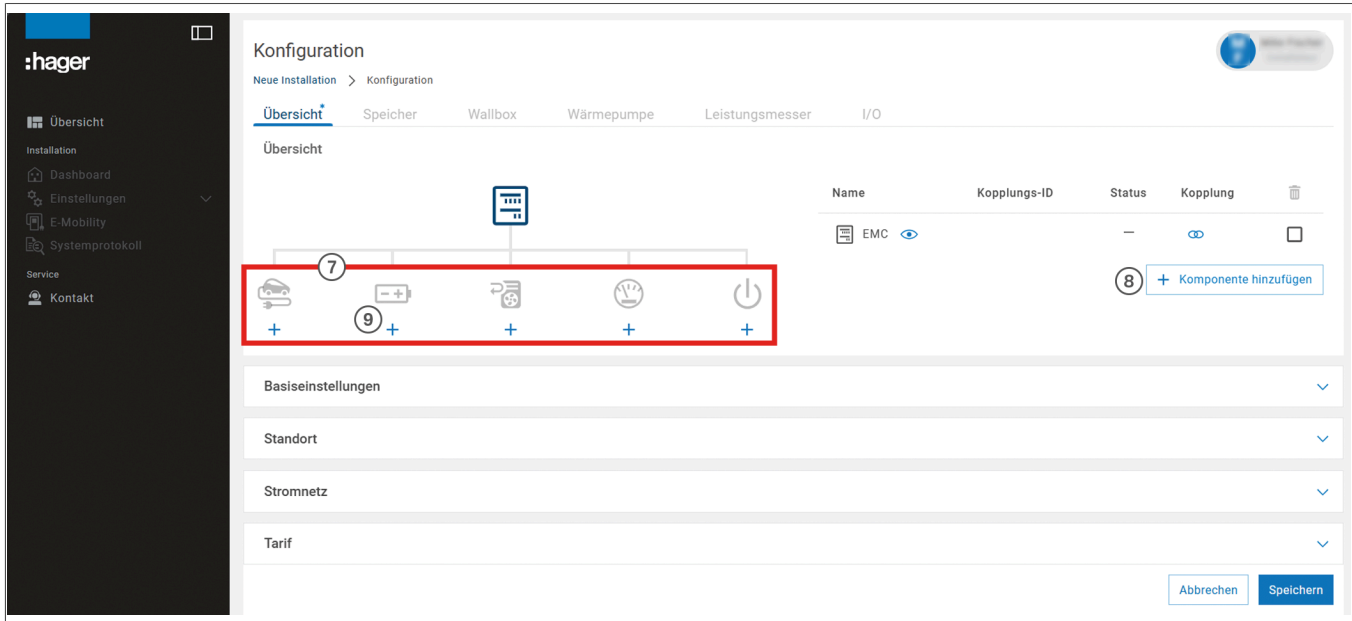

Bild 39: Hinzufügen von Komponenten (Beispiel einer neu angelegten Installation)
- Vor dem Einschalten des Gerätes darauf achten, dass keine Fehlermeldung am Gerät oder in der App unter **Einstellungen > Konfiguration** (Bild 39) angezeigt wird (siehe Konfiguration).